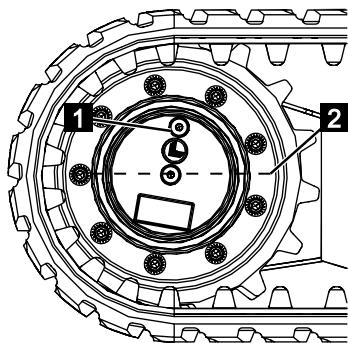

Abb. 249
2. Die Maschine so ausrichten (☞Kapitel 7.6 „Maschine fahren“, auf Seite 88), dass die Verschraubung (Abb.249/1) oberhalb der Getriebemitte (Abb.249/2) steht.